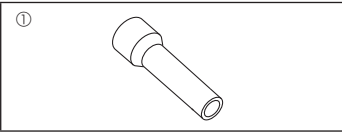

Fig. 1-1
1.6. Принадлежности наружного прибора (Fig. 1-1) (ZRP200/250, P200/250)
- ① Арматура соединительной трубы..... ×1